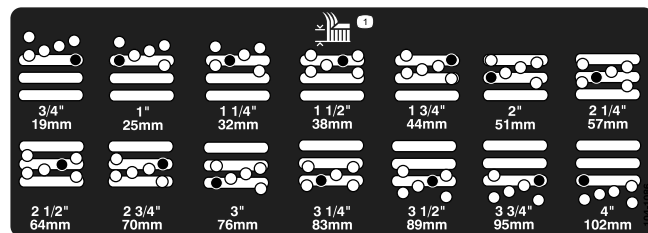

図 19
4. チェンバを支えておきながらスペーサを取り外す 図 19。
5. 希望の刈り高にチェンバを合わせ、その刈り高の穴とスロットにスペーサを通す 図 19。